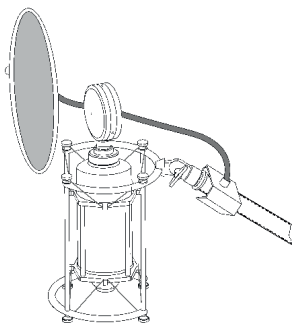

рис. 5
5. Для увеличения срока эксплуатации микрофона при работе с вокалистами рекомендуется использовать поп-экран (рис. 5).